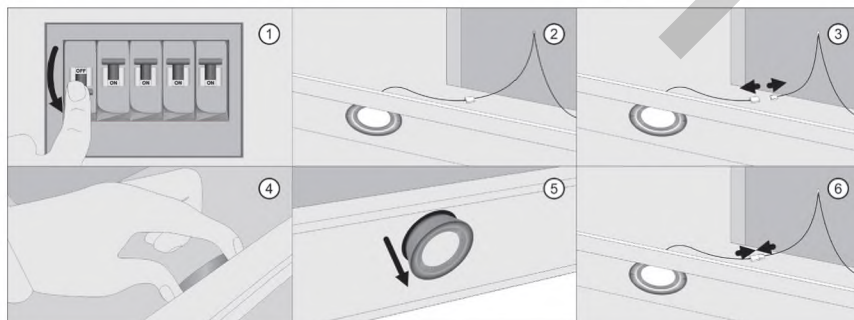

Рис. 15 Замена ламп освещения
Перед заменой ламп следует отключить изделие от сети питания. (Рис. 15. 1)
1. Извлеките жировой алюминиевый фильтр; (Рис. 15. 2)
тания лампы, нажав на фиксатор на нем; (Рис. 15. 3)
3. Изнутри вытяжки нащупать две фиксирующие пластины лампы, сжать их пальцами и вытолкнуть лампу вниз; (Рис. 15. 4, 5)
4. Установить новую лампу того же типа и характеристик (12 В, 1,5 Вт), и последовательно подключить к питанию. (Рис. 15. 6)